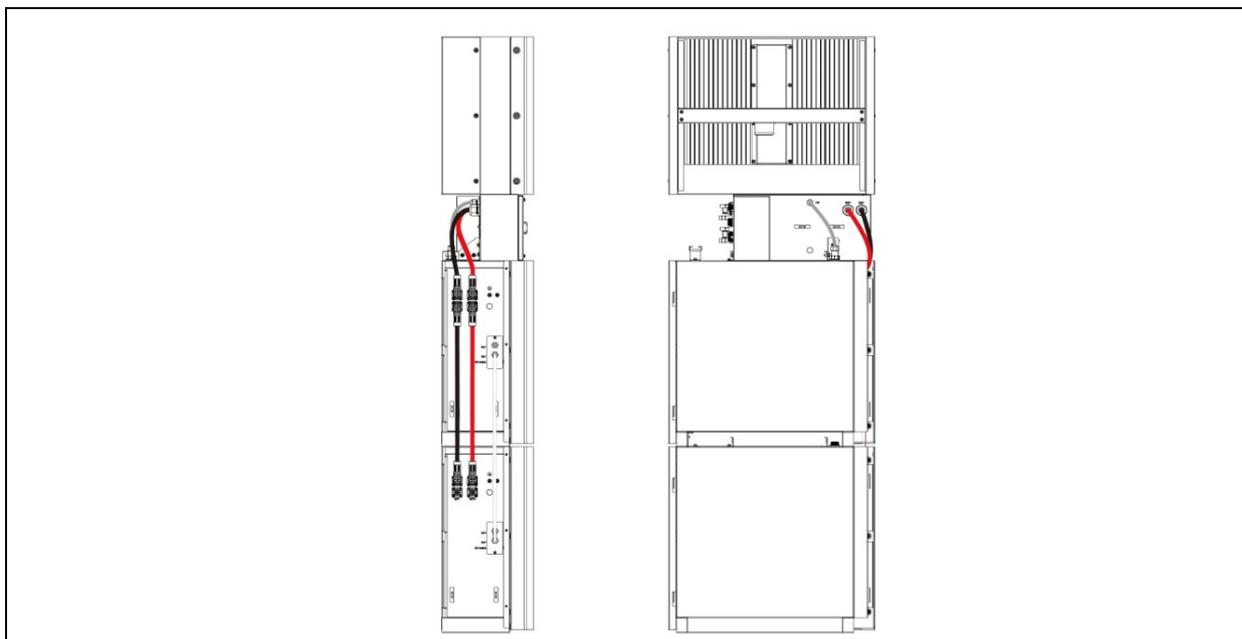

Fig. 24 (Collegamento seconda batteria)
2. Connettere le altre batterie tramite i rispettivi connettori (**Fig. 24**).